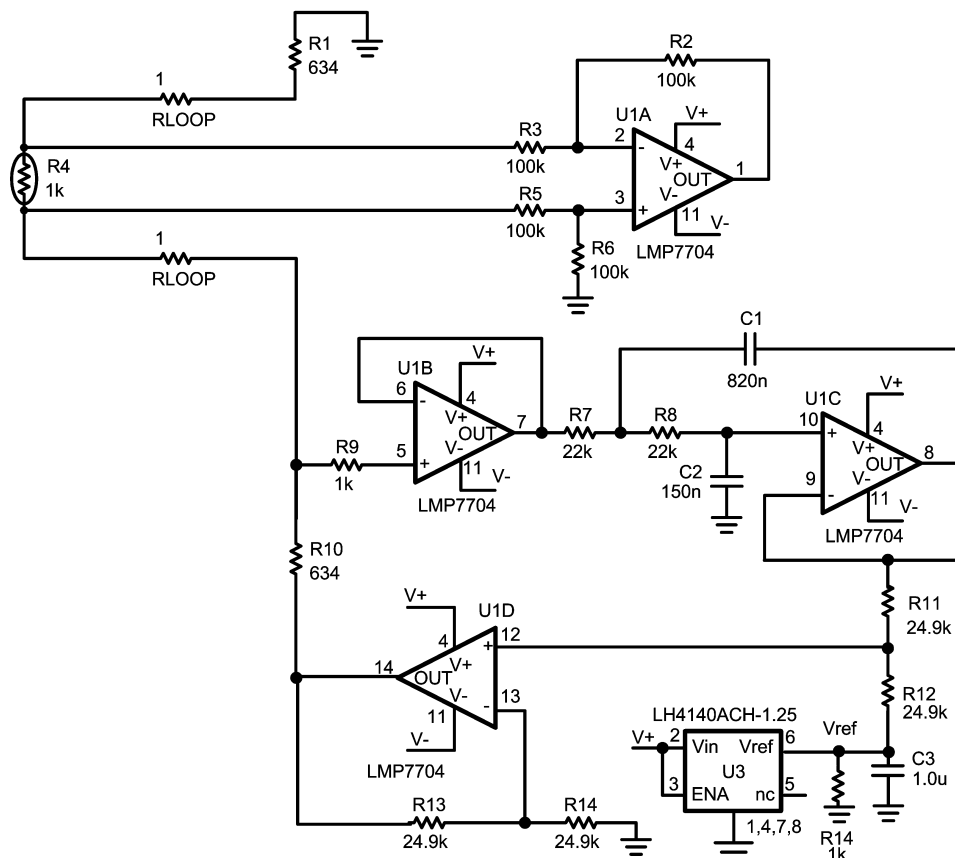

FIGURE 4.
Figure 4 には、入力平衡を改善する目的で、634 の抵抗 (R1) とローパス・フィルタ (U1C、R7、R8、C1、C2) を追加しています。電圧リファレンスの出力を半分に分圧するとともに、R10 の抵抗値を半分 (634) にして、ループ内の電圧振幅が電源電圧 10VDC の範囲に収まるようにしています。DC 回路には影響ありません。